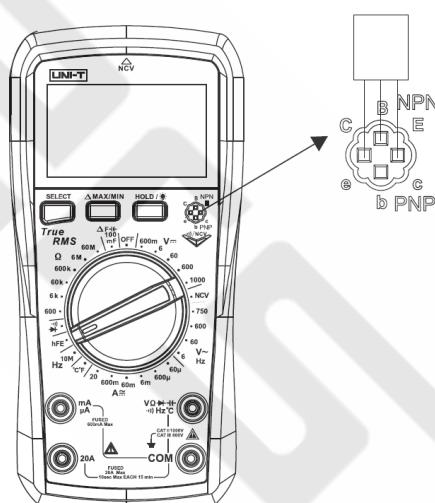

Рисунок 5
5. Измерение hFE транзисторов (Рисунок 5)
- Установите транзистор в гнездо: база (B), эмиттер (E) и коллектор (C) (тип PNP или NPN). Тестер покажет примерный коэффициент усиления.